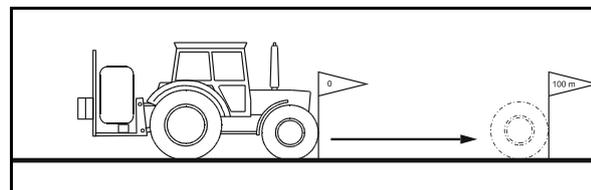

Fig. 31
2. Marcar el punto de partida y de llegada (Fig. 31).